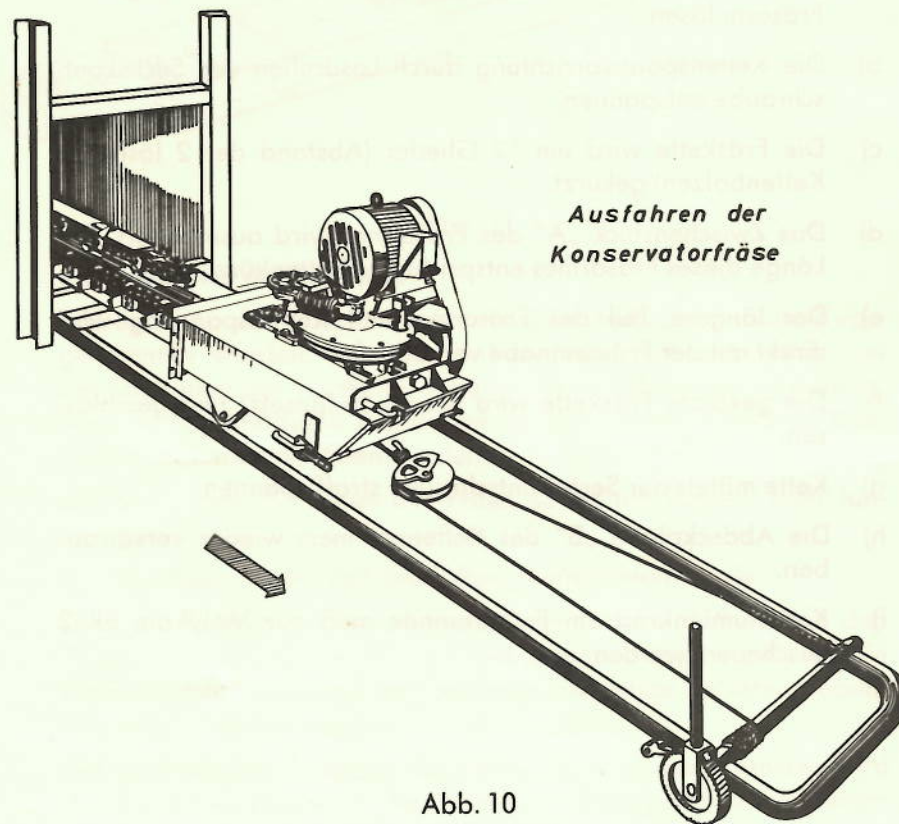

Abb. 10
Befindet sich die Untenentnahmefräse schon im Konservator und wird mit derselben gearbeitet, dann muß der rotierende Fräsarm in die Grundstellung gebracht werden. (Fräsarm liegt in der Grundstellung über dem Förderarm, siehe Abb. 10). Hierbei ist jedoch darauf zu achten, daß die Fräse mindestens 2-mal täglich eingeschaltet wird, damit sich der Fräsarm hin und her bewegen kann
- m) Das Auflegen des Drahtseiles wird nach Abb. 10 vorgenommen.